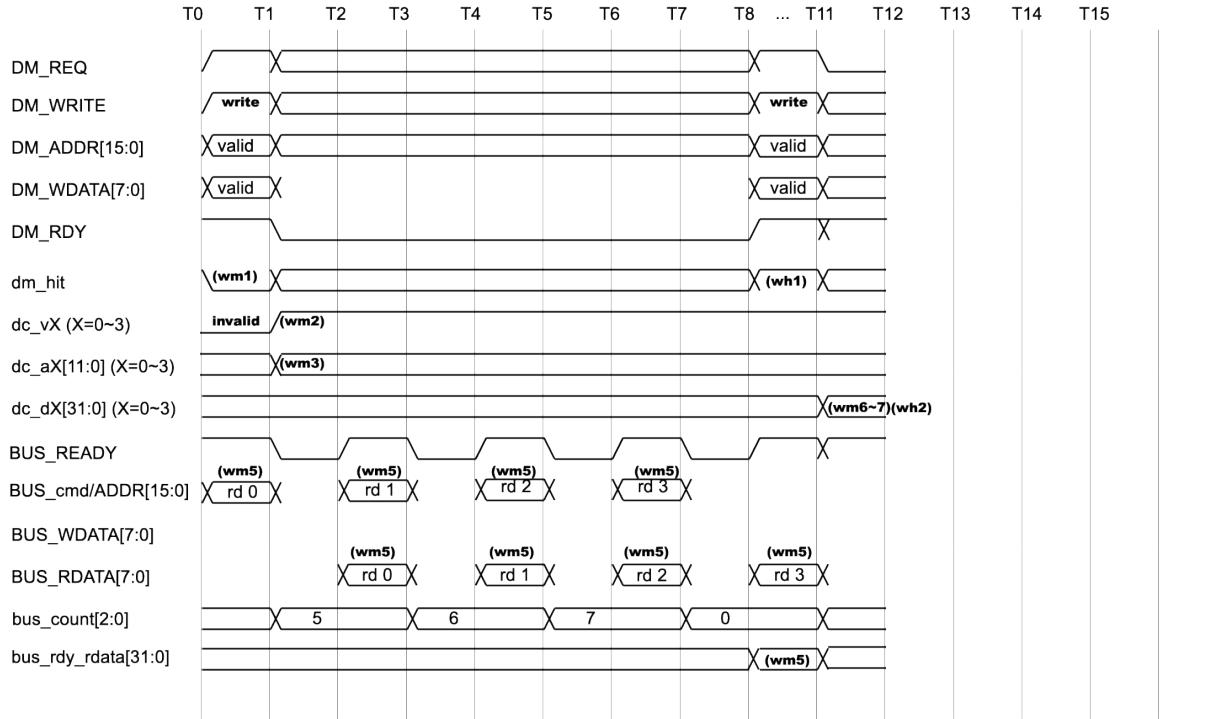

図 1.26: bfCPU のデータ・キャッシュの動作タイミング (ライト・アクセスでライト・バックがない場合)
- ライト・アクセスでミス時のライト・バックがない場合: 図 1.26